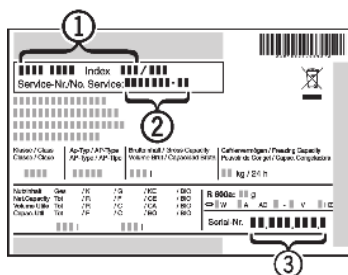

Рис. 9
- ▶ Определите и запишите обозначение модели (рис. 9 (1)), сервисный номер (рис. 9 (2)) и серийный номер устройства (рис. 9 (3)), указанные на табличке с техническими характеристиками, расположенной на левой стенке внутри морозильной камеры.